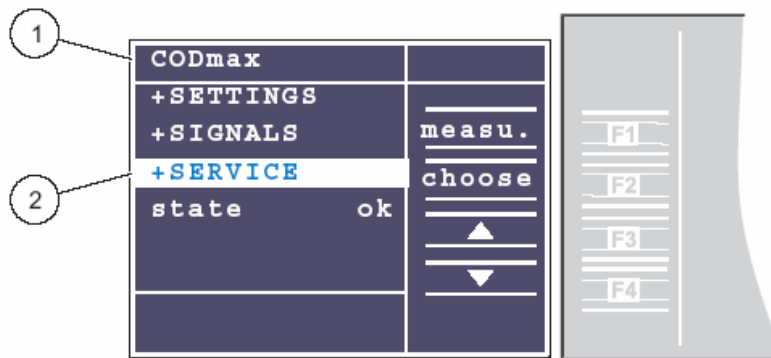

图 14 选择+SERVICE 菜单
- 2、打开仪器门，然后按住 F1—F4 四个功能键中的任意一个，保持 3 秒钟(参照图 14)；